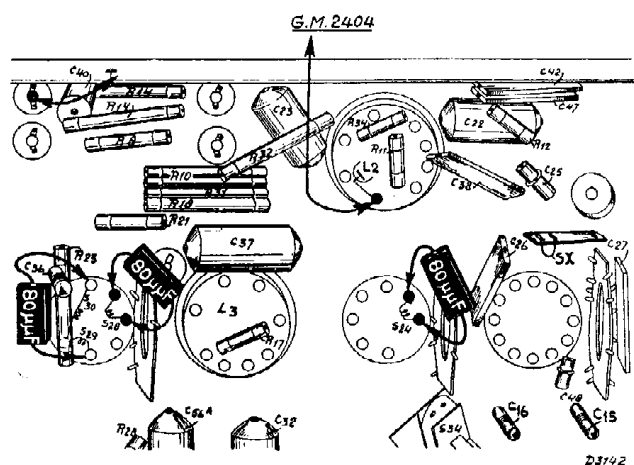

Fig. 3
3. Débrancher le réglage automatique de volume sonore en court-circuitant C40 (voir fig. 3).
6. Désaccorder le troisième circuit moyenne-fréquence en branchant un condensateur de 80  $\mu\mu\text{F}$  en parallèle avec S28 (fig. 3).
fréquence en branchant un condensateur de 80  $\mu\mu\text{F}$  en parallèle à S29 + S30 (fig. 3).
10. Désaccorder le 1er circuit moyenne-fréquence en branchant un condensateur de 80  $\mu\mu\text{F}$  en parrallèle avec S24 (fig. 3).
7. Brancher l'amplificateur apériodique GM 2404 à l'anode de L2 (voir fig. 3). Brancher l'indicateur de puissance de sortie à la sortie de cet appareil.
12. Régler C15 (fig. 3) sur la puissance de sortie maximum.